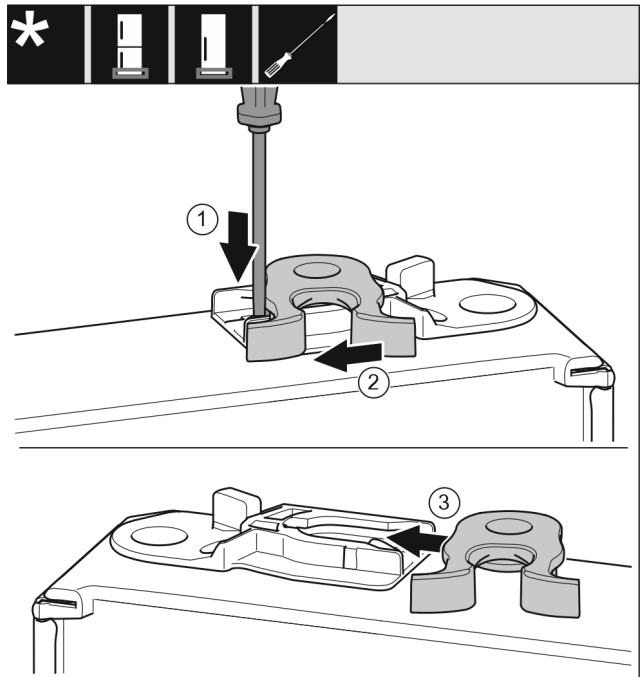

Fig. 39 *
- ▶ Presione hacia atrás la pestaña Fig. 39 (1) con el destornillador de punta ranurada.*
- ▶ Retire el gancho de cierre Fig. 39 (2) de la guía.*
- ▶ Deslice el gancho de cierre Fig. 39 (3) hacia la guía sobre el lado opuesto.*